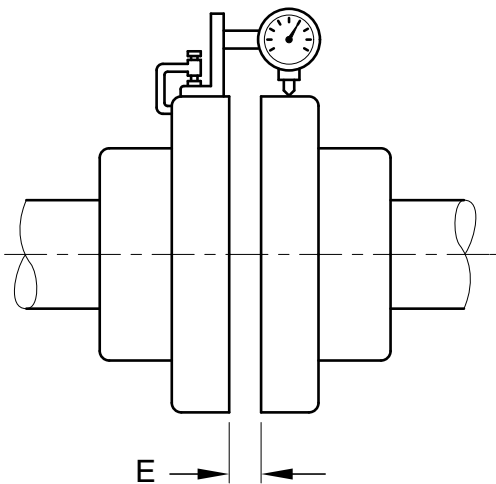

Fig. 8: Misurazione radiale (accoppiamento difettoso)
4.2.3.2 Misurazione radiale (fig. 8)